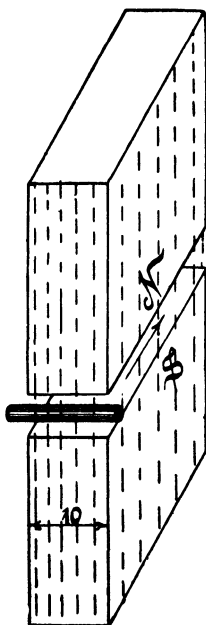

Fig. 55.
181. Welche elektromotorische Kraft entsteht in einem 10 [15] (20) cm langen Stabe, der sich mit 8 [10] (20) m Geschwindigkeit in einem konstanten magnetischen Felde von der Dichte 5000 [7000] (8000) bewegt (Fig. 55)?